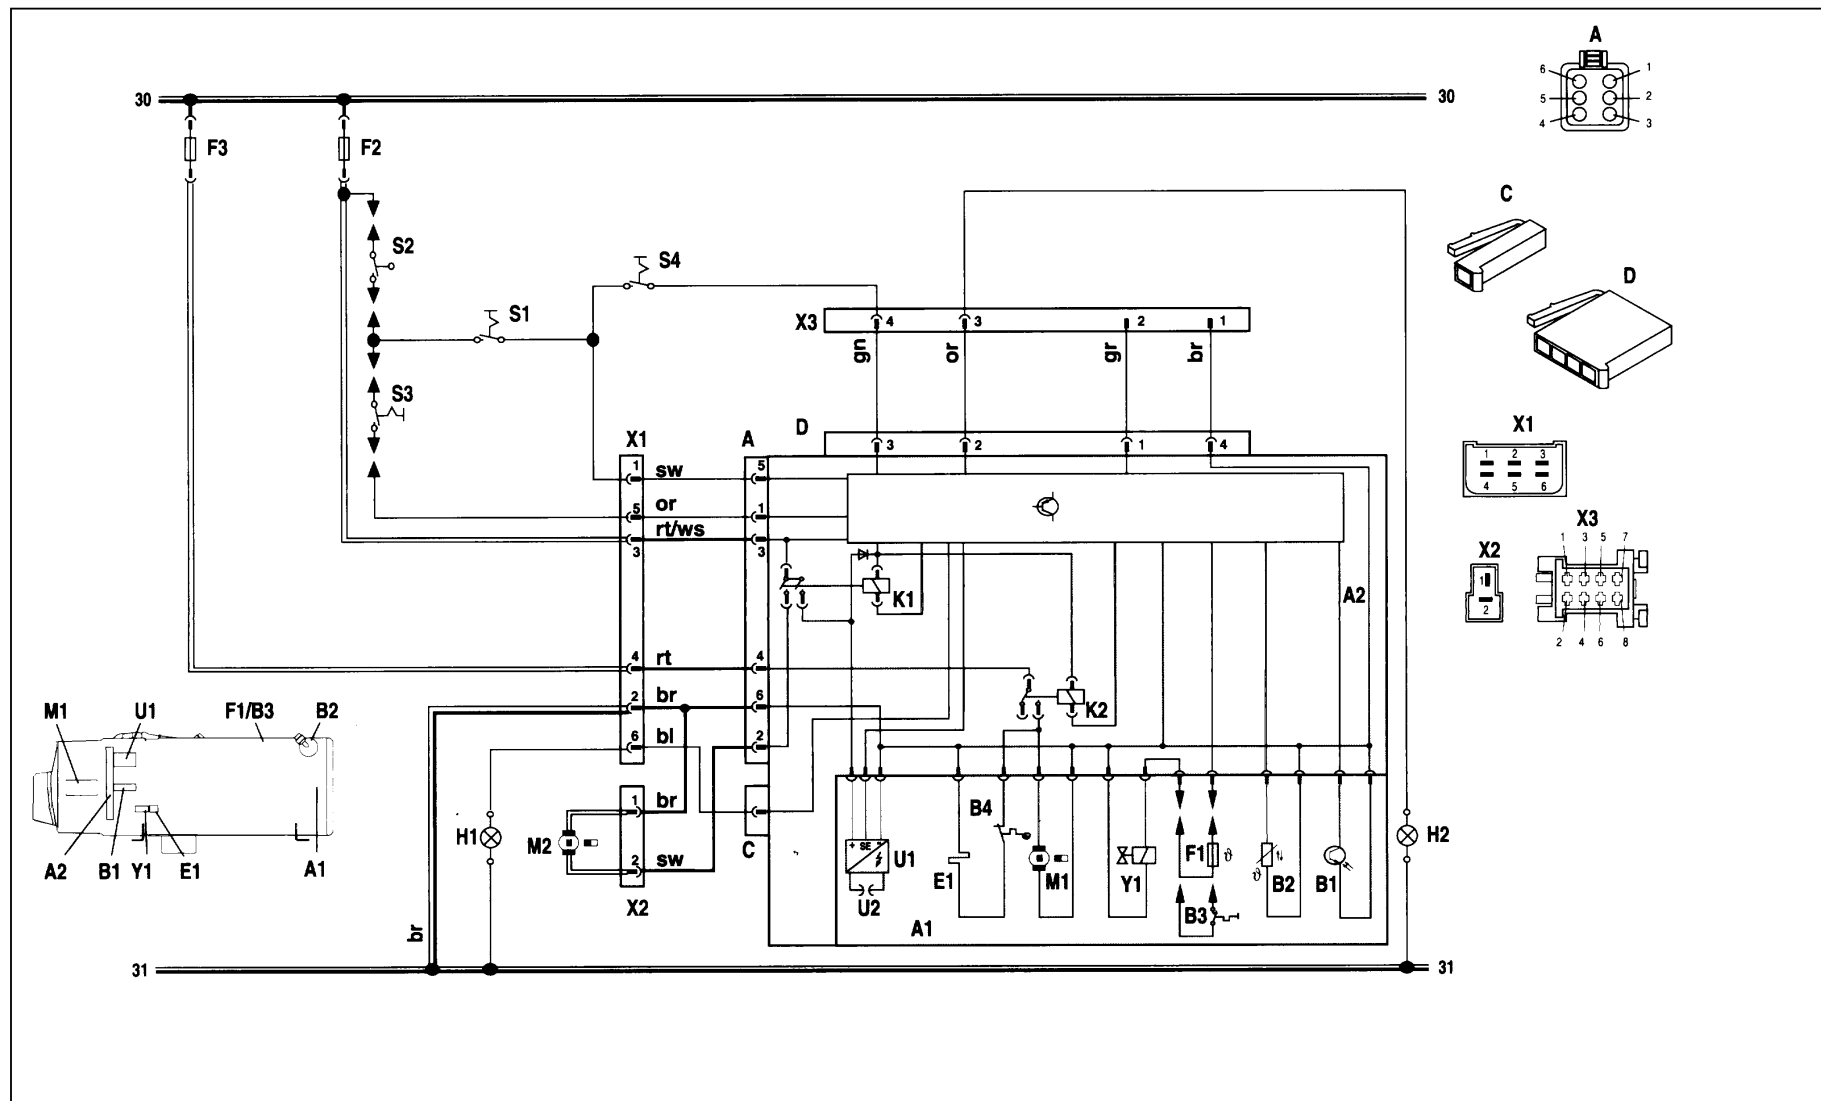

рис. 11 Электросхема отопителей DW/ Thermo 230, 300, 350, 24 В, с выключателем, легенду см. стр. 9 и 12
Электрические соединения отопителей выполняются в соответствии с электросхемами на рис. 11 и 12.
На рис. 11 показано также подключение штекера для включения топливосберегающего режима.
- выключателя (см. схему рис. 11),